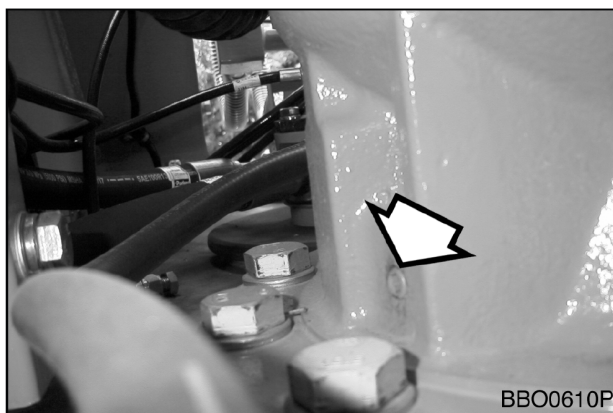

Рис. 66
2. Снять заглушку для выпуска воздуха (рис. 66) с механизма редуктора поворота.